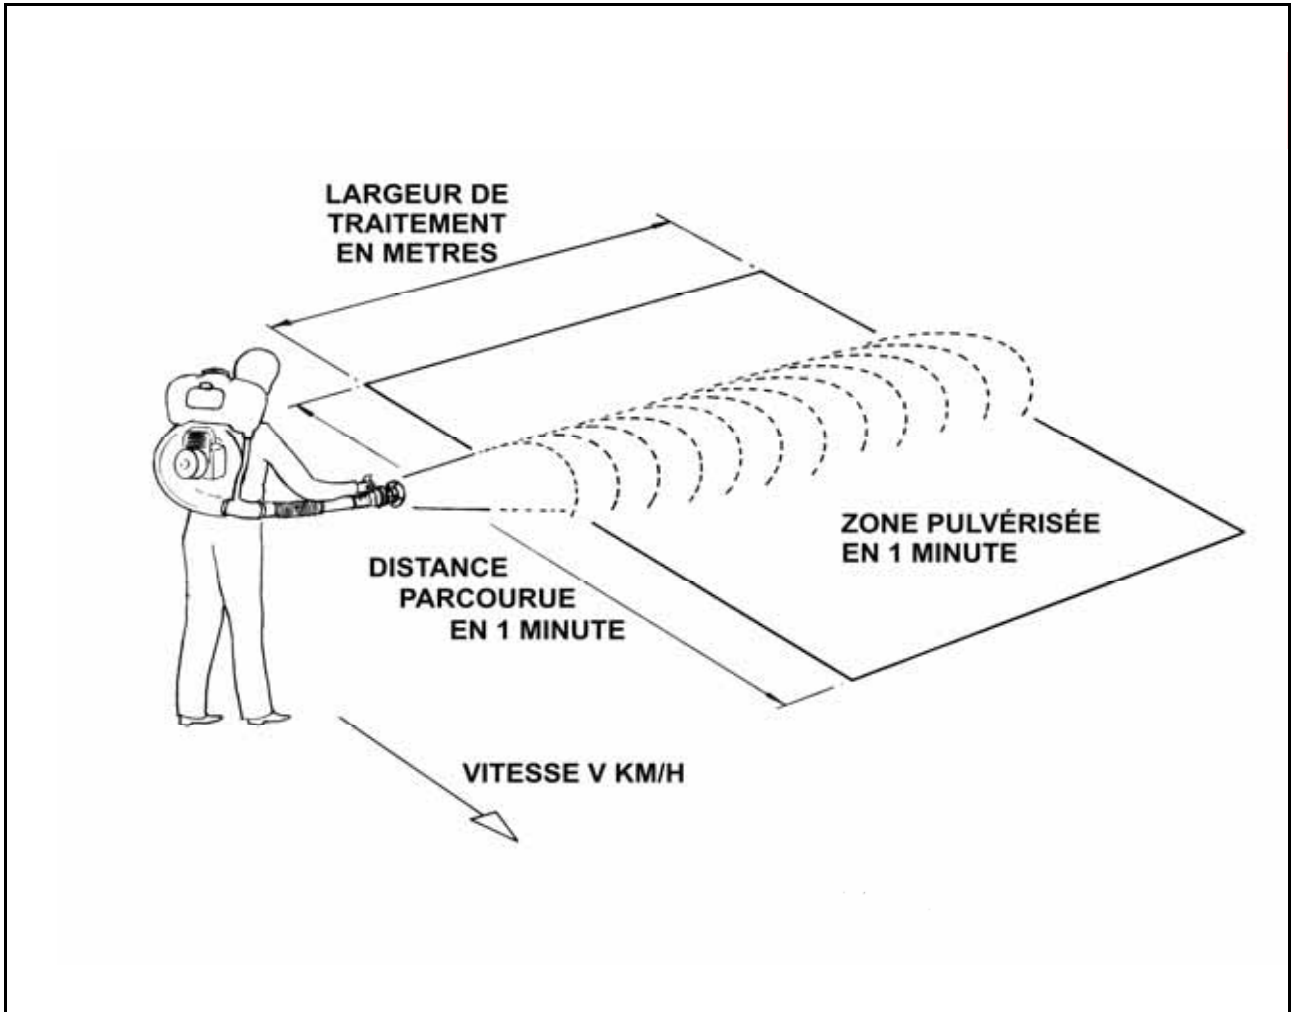

Fig. 3 – Couverture du pulvérisateur
3. Calculez la surface traitée par le pulvérisateur par minute. La Figure 3 représente le pulvérisateur utilisé sur une culture de plein champ.